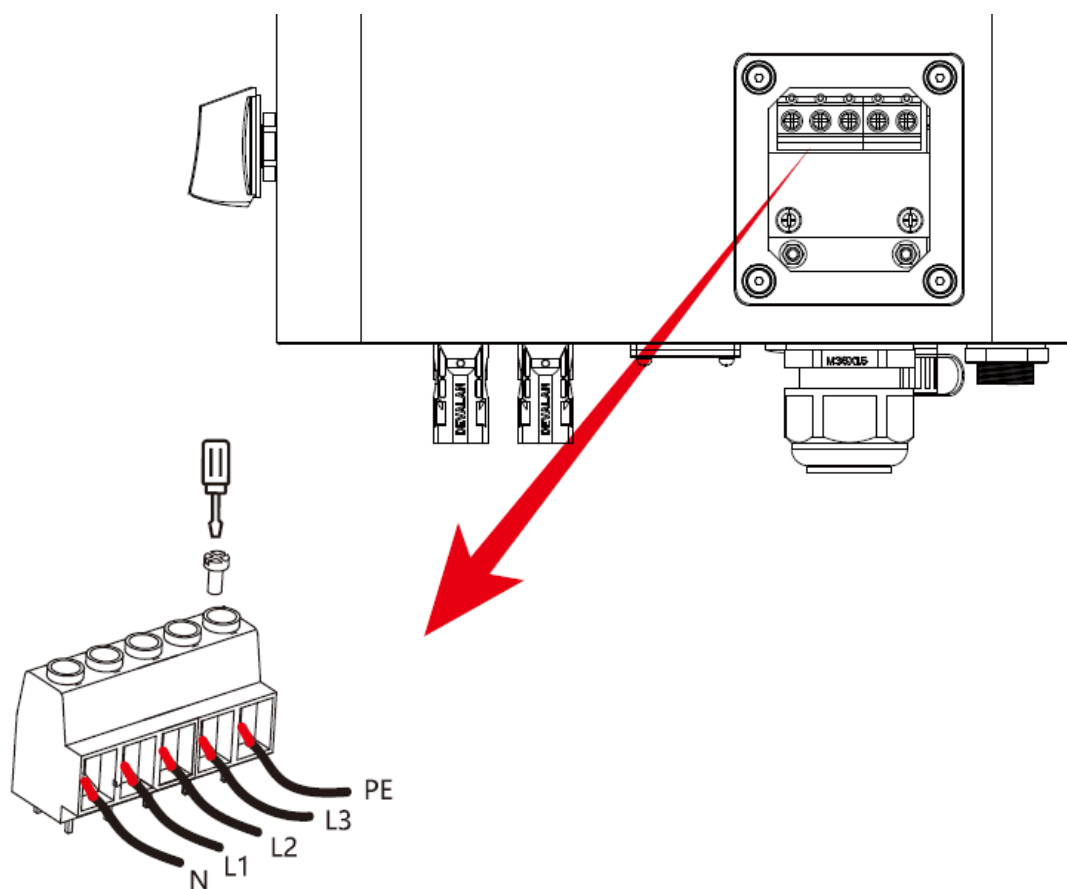

Рисунок 5.7. Подключение входа перем. тока.
2. Затем вставьте выходные провода переменного тока в соответствии с полярностями, указанными на клеммной колодке, и затяните клемму. Обязательно подключите соответствующие провода N/L1/L2/L3 и РЕ к соответствующим клеммам, см. Рисунок 5.7.